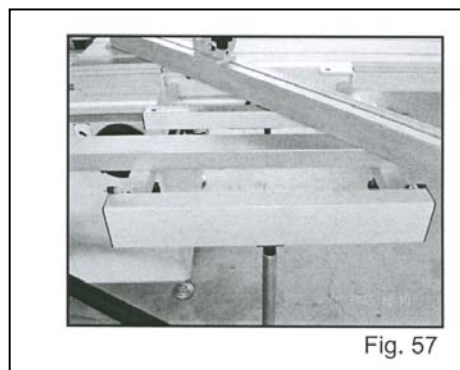

Fig. 57
1. Расположите поперечную линейку на передний 90°-й установочный упор (см. рис. 57) и закройте ее в этом положении. (**Примечание:** Уложите поперечную линейку на отверстие центрального пальца и вращайте ее до 90°-го упора.) Проверьте и убедитесь в том, что линейка расположена под углом в 90° к линии распила и отрегулируйте ее при необходимости.